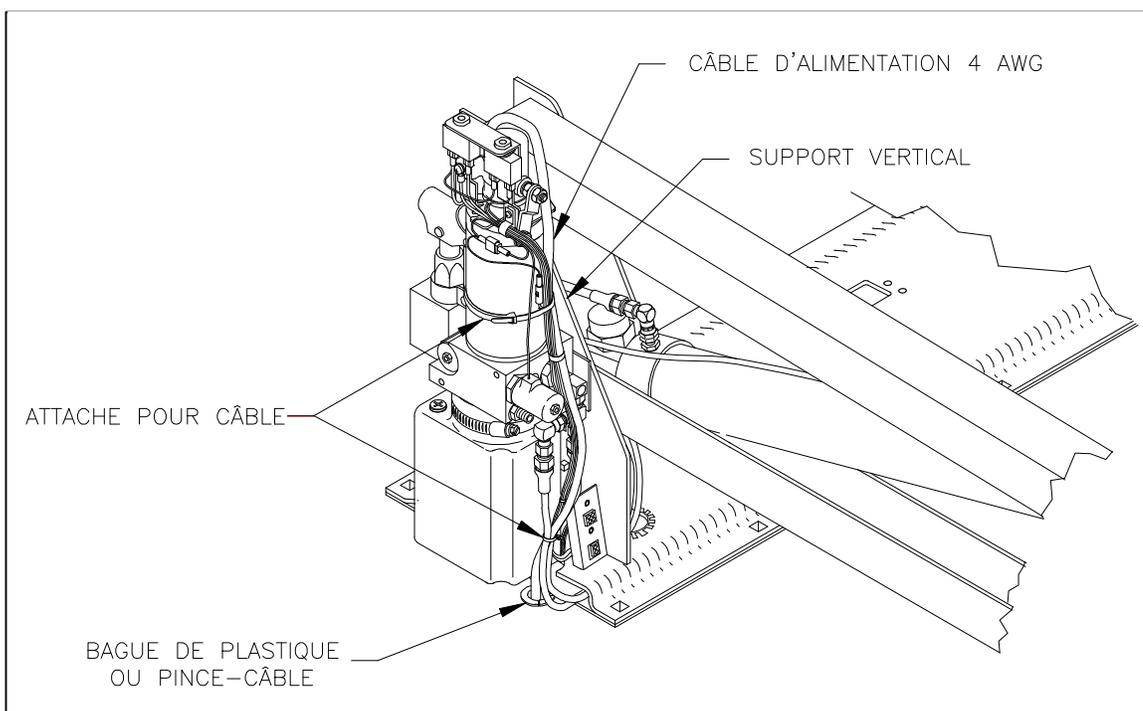

FIGURE 2-11: ENFILAGE DU CÂBLE
- e. Référez à la **Figure 2-11**. Coupez tout excédent du câble long. Installez la borne (fournie) à haut rendement, et branchez le câble au côté positif du solénoïde. Assurez-vous que le fil rouge provenant du disjoncteur principal (si applicable) est branché sur la borne positive du solénoïde.